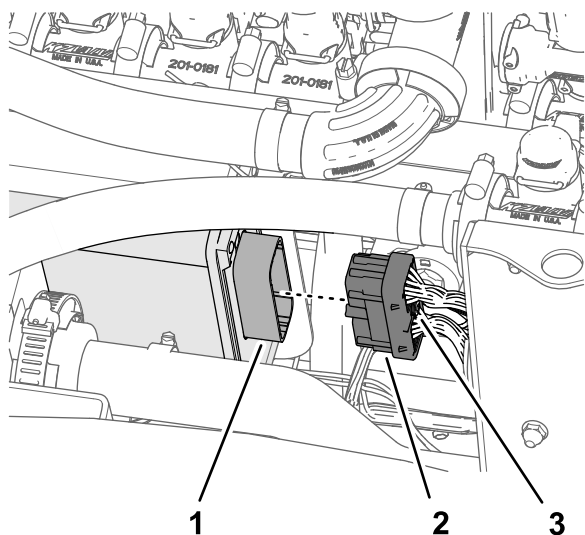

Figura 133
2. Insira o conector de 40 tomadas da secção com 102 cm da cablagem do kit no conector de 40 pinos do controlador de pulverização ASC 10 (Figura 133).
3. Enrosque o parafuso recartilhado do conector de 40 tomadas no conector ASC 10 à mão (Figura 133).